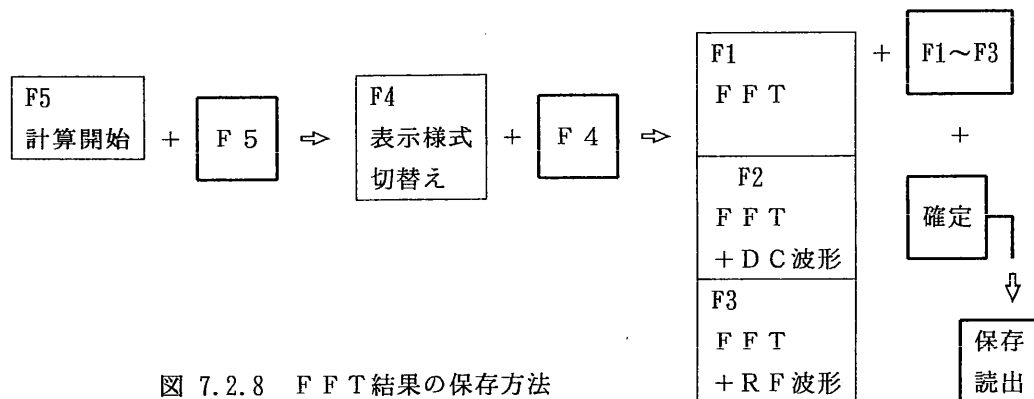

図 7.2.8 F F T 結果の保存方法
- ⑪ [F F T 結果の保存] 周波数分析結果を UI-23 に保存する場合には図 7.2.8 の手順で F F T 結果を表示器に表示した後で機能キー [保存・読出] を 1 回押して下さい。その後のキーの操作は、保存・読出の操作と同じです。[6. 2. 1 2 項参照]